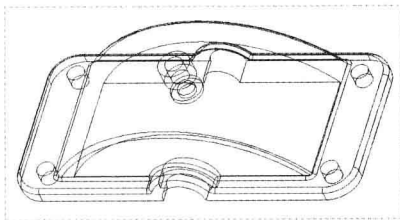

图 11-88 合并运算装配图
Step 05 返回到“元件”菜单管理器,选择“完成/返回”选项,执行操作后,即可合并运算装配图,如图 11-88 所示。